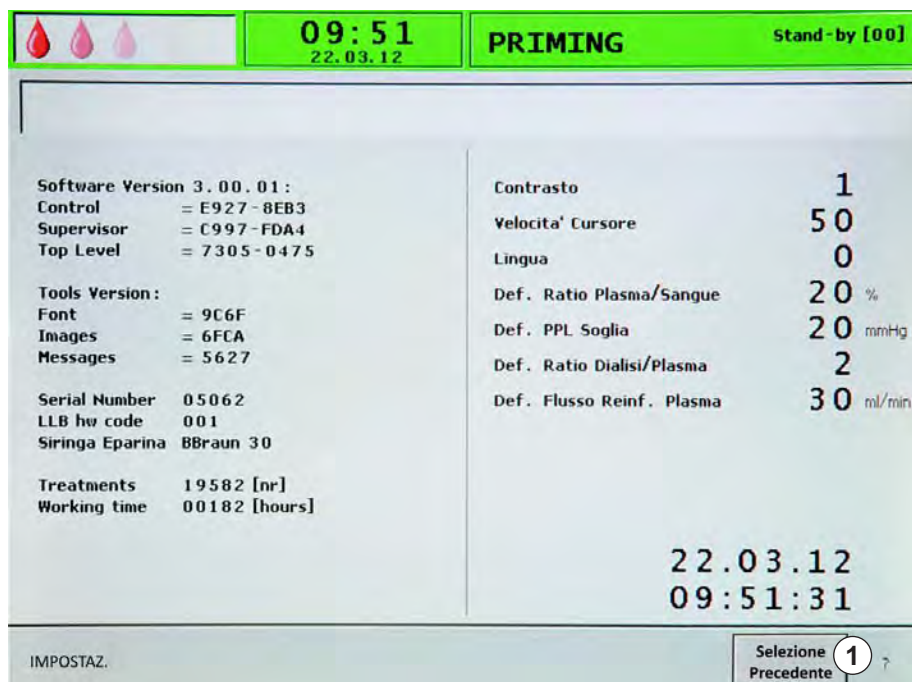

Fig. 4-8 Uscita dalla videata *Impostazioni*
1. Per uscire dalla videata *Impostazioni*, selezionare *Selezione Precedente* (Fig. 4-8, ①) nella barra dei menu e premere il tasto *Invio*.